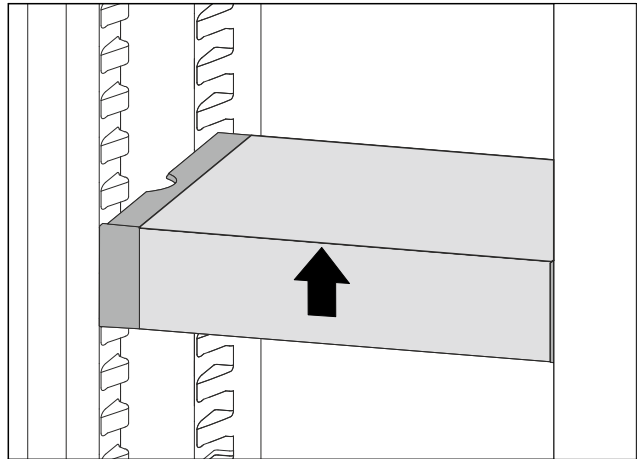

*Fig. 170*
- ▶ VarioSafe-Schubfach hinter den Stoppern auf gewünschter Rippe *Fig. 170 (1)* oder *Fig. 170 (2)* aufsetzen.